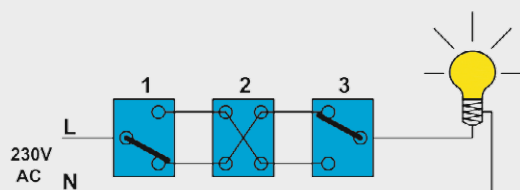
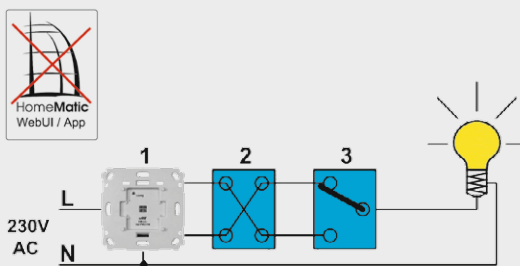
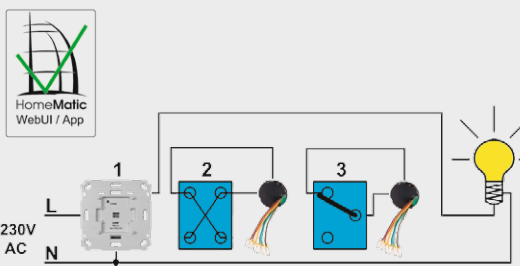

Bild 11: Die Grundschaltung für eine Kreuzschaltung
Bild 12: Die Kreuzschaltung mit Funk-Schaltaktor [1] umgerüstet
Bild 13: Die Erweiterung der Kreuzschaltung durch 2x Funk-Schalterschnittstelle [4]. Damit kann man die komplette Kreuzschaltung mit Funksendern ausrüsten.
Die Kreuzschaltung (Bild 11) ist eine Schaltung mit der ein Licht oder ein anderer Verbraucher an drei oder mehr Schalterstellen unabhängig von der jeweiligen Stellung der anderen Schalter ein- und ausgeschaltet werden kann. Eingesetzt wird sie in Fluren und Räumen mit drei oder mehr erforderlichen Schalterstellen. Auch hier bieten sich wieder mehrere Lösungen zur Einbindung von HomeMatic-Komponenten an.
Die erste Lösung ist in Bild 12 zu sehen: Der netzversorgte Wechselschalter (1) aus Bild 11 wird durch den Funk-Schaltaktor [1] ersetzt. Phase „L“ und Neutralleiter „N“ müssen permanent vorhanden sein. Eine Betätigung ist sowohl über den Funk-Schaltaktor als auch über die vorhandenen Kreuz- und Wechselschalter (2 und 3) möglich. Über HomeMatic-Sender oder eine Fernbedienung ist auch diese Schaltung erweiterbar.
Die zweite, in Bild 13 gezeigte Lösung hingegen erlaubt die echte Zustandsvisualisierung in der HomeMatic-WebUI/App. Der netzversorgte Wechselschalter (1 in Bild 11) wird durch den Funk-Schaltaktor [1] ersetzt. Phase „L“ und Neutralleiter „N“ müssen permanent vorhanden sein. Zudem wird eine der korrespondierenden Leitungen als Schaltleitung festgelegt und mit dem Schaltausgang des Funk-Schaltaktors verbunden. Die andere korrespondierende Leitung wird isoliert „tot gelegt“. Es ist erforderlich, die am Schaltaktor angeschlossene korrespondierende Leitung nun bis zum Leuchtdraht durchzuverdrahten (Farbgleichheit beachten!). Wechselschalter (3) sowie Kreuzschalter (2) werden von der bestehenden Elektroinstallation gelöst und jeweils mit einer Funk-Schalterschnittstelle [4] versehen.